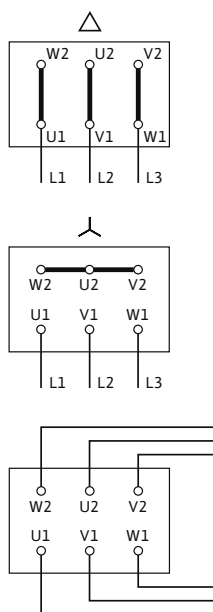

Fig. 17: Nätanslutning
Anslutningsschemat för elanslutningen finns på insidan av kopplingsboxlocket (se även Fig. 17).
- Nätanslutningen är beroende av motoreffekten P_2 , nätspänningen och tillslagstypen. Den nödvändiga kopplingen av byglingarna i kopplingsboxen beskrivs i listan "Tab. 4: Anslutningsplintarnas användning" på sidan 17 samt i Fig. 17.